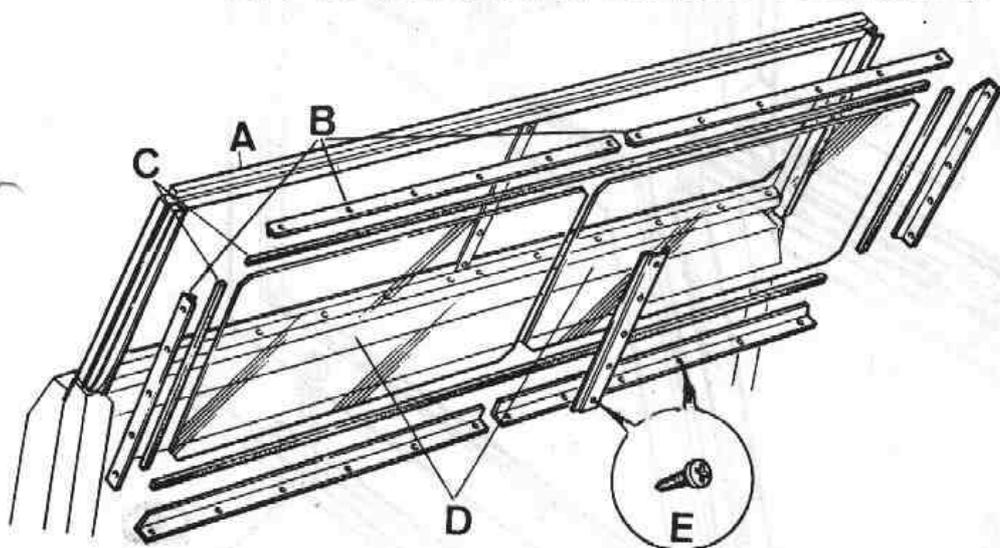

Fig. Q 18 Montaje del cristal del parabrisas
- 3.1. Extraer los tornillos, E (Fig. Q-18) de fijación de los junquillos, B, de retención de los cristales, D, del parabrisas, A.
- 3.2. Retirar los junquillos, B (Fig. Q-18) y el cristal, D, o los cristales, ejerciendo palanca sobre ellos.
- 3.3. Situar una tira de masilla plástica, C (Fig. Q-18) alrededor del alojamiento del cristal, D, en el parabrisas, A.